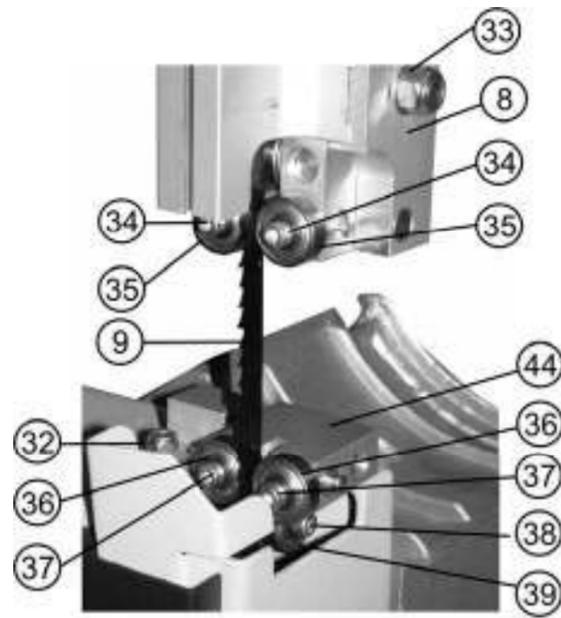

Рис.12
11.5.1. Для выполнения качественной работы, уменьшения нагрузки на пильную ленту (9) и обеспечения техники безопасности при выполнении пиления заготовки, нижний край направляющих подшипников (35) Рис.12 верхней направляющей (8) необходимо установить на высоте не более 3мм. от заготовки.
### 11.6. Регулировка нижней и верхней направляющих пильной ленты (Рис. 12, 13)